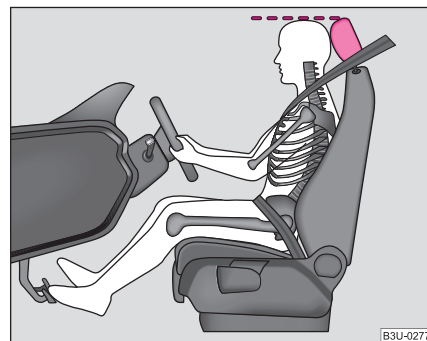

Fig. 103 Reglarea corectă a înălțimii tetierei
- Reglați tetierele astfel încât marginea superioară a tetierei să se afle la aceeași înălțime cu partea superioară a capului dvs. ⇒ **fig. 103**.
- Reglați tetierele astfel încât marginea superioară a tetierei să se afle la aceeași înălțime cu partea superioară a capului dvs. ⇒ pagina 125, fig. 103.
- Reglați tetierele astfel încât marginea superioară a tetierei să se afle la aceeași înălțime cu partea superioară a capului dvs. → pagina 125, fig. 103.